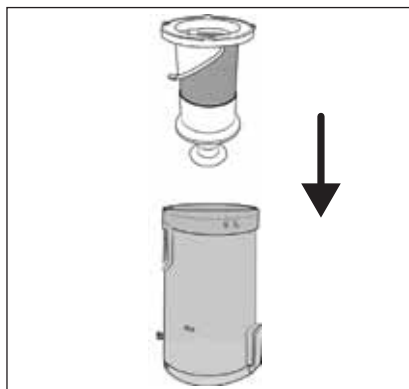

Fig. 21
- Durante la limpieza del filtro de acero inoxidable ⑤, asegúrese de no perder el conector de goma del orificio inferior.
- 6) Inserte el filtro de acero inoxidable ⑤ en el depósito de polvo ⑥ y presiónelo hasta el fondo (consulte la fig. 21). Para ello, observe los encastres de diferente tamaño del filtro de acero inoxidable ⑤. El filtro de acero inoxidable ⑤ solo puede serser en una posición en el depósito de polvo ⑥ según estos encastres.